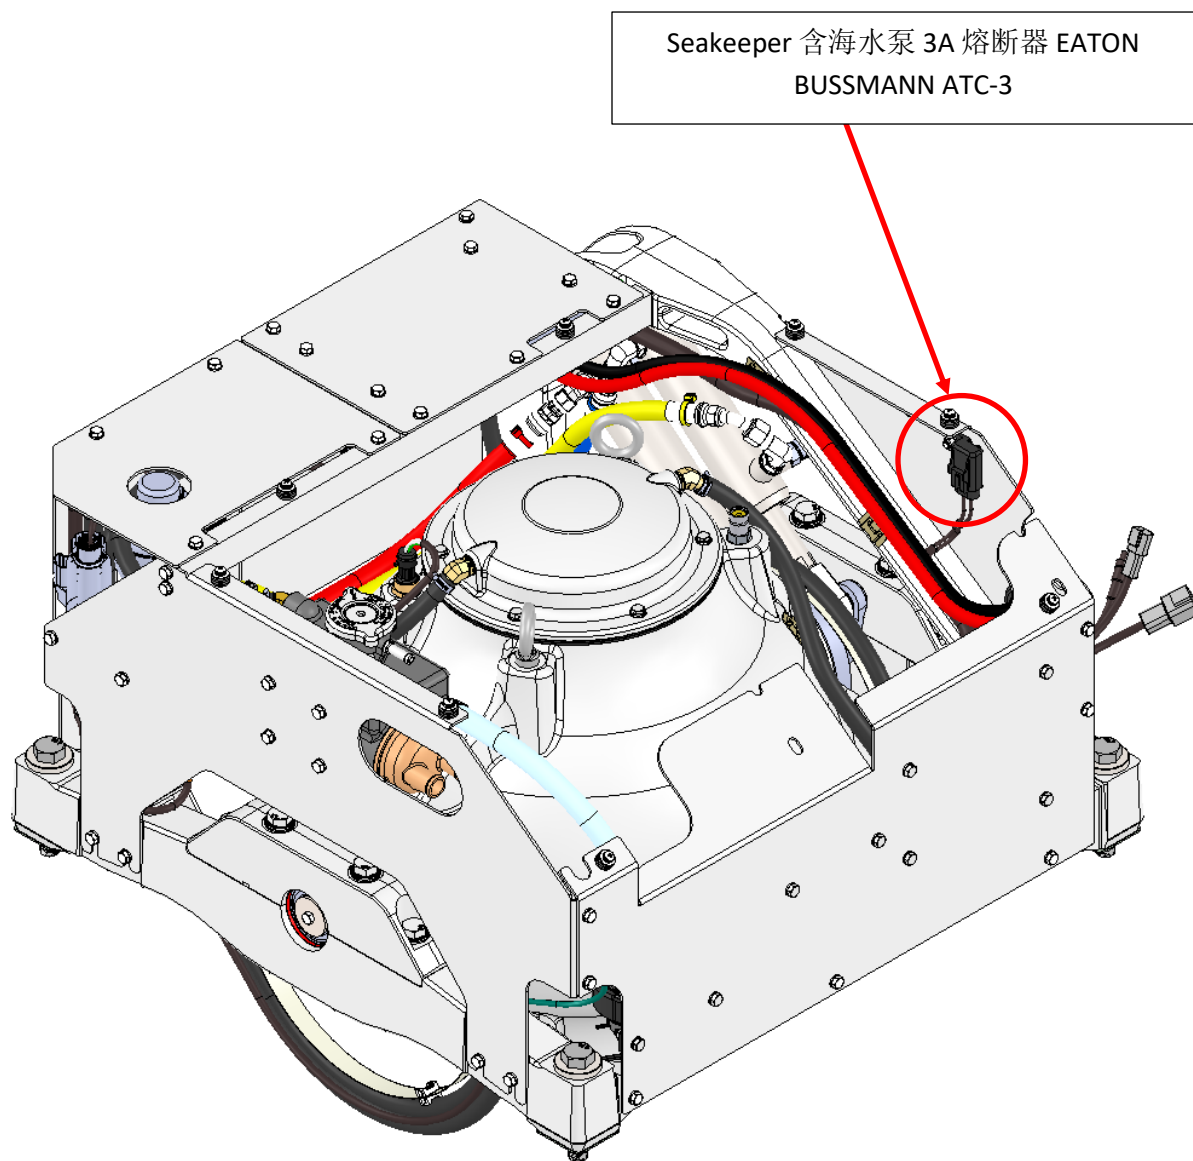

图 10 – SEAKEEPER 海水泵 3A 熔断器的位置
1. EATON BUSSMANN ATC-3 或同等产品安装在防水型熔断器的底座之中，如图 10 所示